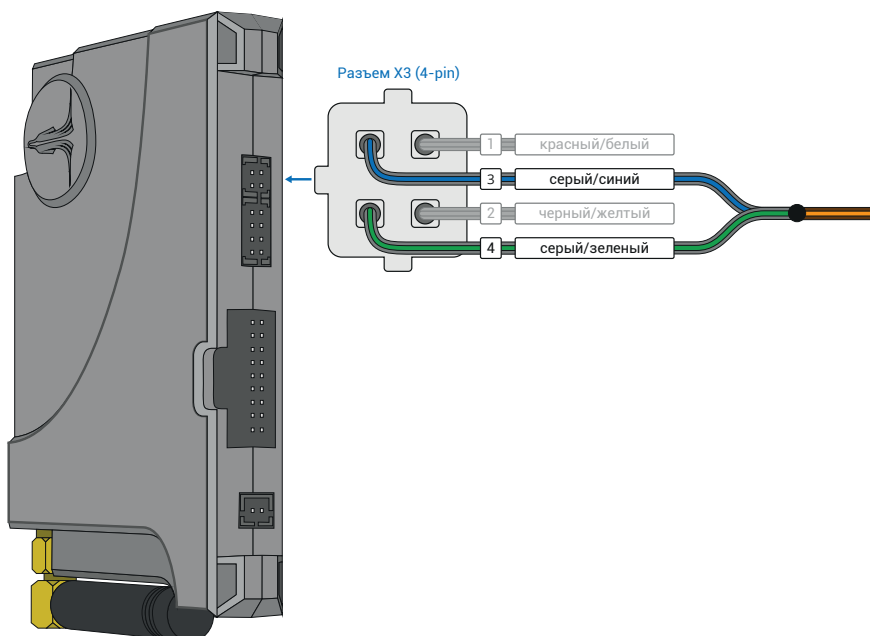

Рис.1 Призрак-8xx
2. Объедините между собой серый/синий провод (контакт №3) и серый/зеленый провод (контакт №4), находящиеся в разъеме X3 (см. рис.1). Подключите их к шине данных а/м: коричневый/оранжевый провод (контакт №55) за левой кик панелью (см. рис. 2-3).